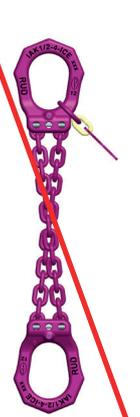

Fig. 5:
- Sono vietati il montaggio e l'utilizzo con catena incrociate (Fig. 5).